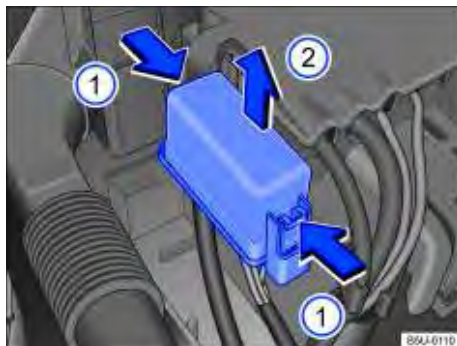

Fig. 173 No compartimento do motor: cobertura da caixa de fusíveis.
- Pressionar as travas no sentido da seta ⇒ Fig. 173 ①, para desbloquear a cobertura da caixa de fusíveis.
- Remover a cobertura por cima, no sentido da seta ②.
- Para a **instalação**, colocar a cobertura sobre a caixa de fusíveis. Pressionar a cobertura para baixo, no sentido contrário da seta ②, até que trave de forma audível.